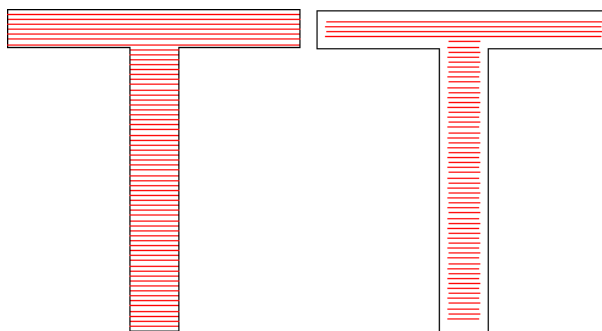

图 3-7 填充边距示例
**填充线边距:** 指所有填充计算时, 填充线与轮廓对象的距离。如图 3-7 所示填充线与对象所有边的距离都为边距。